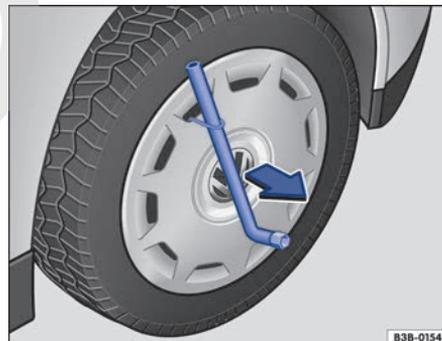

Fig. 207 Desmontar el tapacubos integral.
- Introduzca la llave de rueda por el gancho de alambre → fig. 207 y tire del tapacubos en el sentido de la flecha.